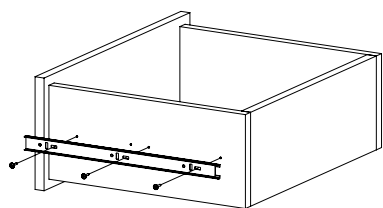

Рис.16
14. Закрепите внутренние планки направляющих на деталях 13, 14 и 16, 17 шурупами 3,5х16 (Рис. 16).